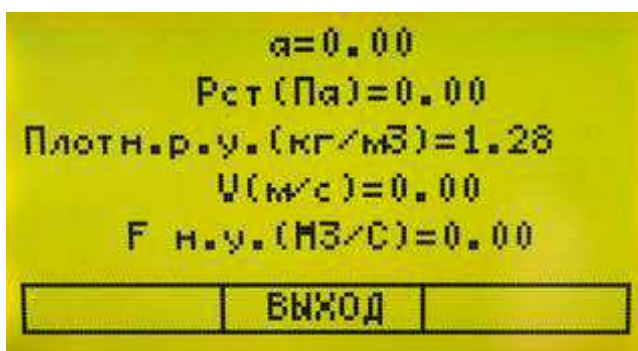

Рисунок 26 — Результаты расчета по ГОСТ 17.2.4.06-90
После ввода запрошенных параметров прибор СБ-1 выведет на дисплей следующие рассчитанные значения (рисунок 26): коэффициент поля скоростей (α), среднее статическое давление в газоходе ($P_{ст}$), плотность газа в рабочих условиях газохода (Плотн.р.у.), среднюю скорость газа в газоходе (V) и средний объемный расход газа в нормальных условиях ($F_{н.у.}$).